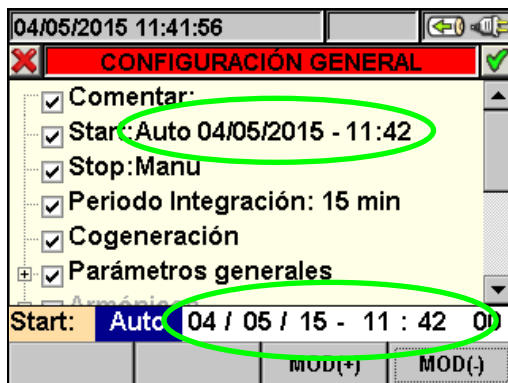

Fig. 81: Fecha/Hora correcta
2. Pulse las teclas **F3** o **F4** (o bien **MOD(+)** o **MOD(-)** del visualizador) para incrementar o decrementar de una unidad el valor de las cifras hasta programar el valor deseado **coherente** con la fecha de sistema (ver la Fig. 81)